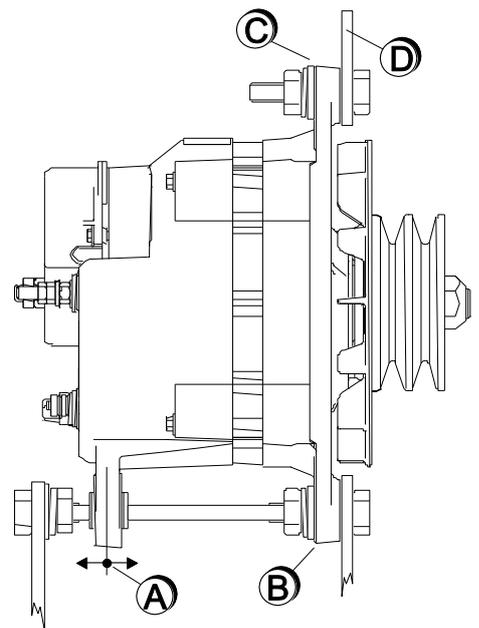

Figure 5 :
- 2 Attachez le support de montage au moteur sans le serrer à l'aide des boulons de montage moteur. Positionnez le pied de montage de l'alternateur entre les deux pattes (Figure 5, références A et B) sur le support de montage à l'aide des boulons de montage de l'alternateur. Notez que la patte située à l'arrière du boîtier de l'alternateur doit être fixée de manière à pouvoir bouger librement dans le sens de la flèche (voir figure 5, référence A). Ceci afin d'éviter tout effort mécanique dû aux températures élevées éventuelles de l'alternateur.
- 4 Attachez la bride de réglage de l'alternateur (Figure 5 et 6 : référence D) à la patte de réglage de l'alternateur (Figure 5, référence C) à l'aide du boulon, de la rondelle frein et de la rondelle plate.
- 5 Serrez la courroie trapézoïdale en exerçant une pression sur l'avant du boîtier de l'alternateur uniquement et serrez le boulon à la patte de réglage (Figure 5, référence C). Réglez la tension de la courroie conformément aux spécifications recommandées par le fabricant de la courroie. Si les spécifications du fabricant ne sont pas facilement disponibles, réglez la tension de la courroie trapézoïdale de manière à ce qu'elle soit bien ajustée pour que la courroie trapézoïdale de la poulie de ventilateur de l'alternateur ne glisse pas lorsque vous essayez de faire tourner l'alternateur manuellement.